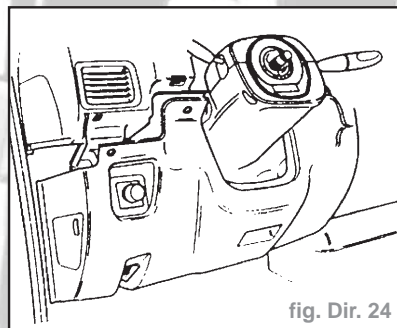

fig. Dir. 24
- le recouvrement inférieur de tableau de bord côté conducteur (fig. Dir. 24).
- le recouvrement inférieur de tableau de bord côté conducteur (six vis) (fig. Dir. 24).